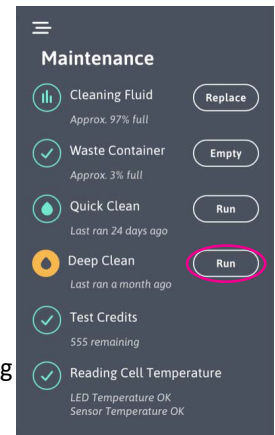

Abbildung 38
1. Drücken Sie die Schaltfläche „Ausführen“ für die Tiefenreinigung im Untermenü „Wartung“ zum Start einer Tiefenreinigung (Abbildung 38). Das Analysegerät überprüft, ob das Flaschenvolumen ausreicht und fordert den Anwender bei unzureichendem Volumen auf, die Flasche zu ersetzen. Ist das Volumen ausreichend, fordert das Analysegerät dazu auf, die Reinigungslösung einzulegen.